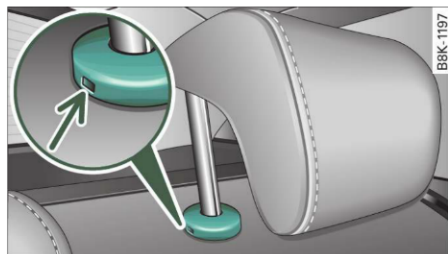

Fig. 61 Tetierele spate: punctul de deblocare
- Apăsați punctul de deblocare ⇒ fig. 61 -săgeata- cu cheia de urgență ⇒ *pagina 34*. Trageți în același timp tetierele afară din spătar ⇒